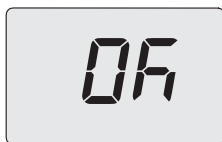

Figura 9.19
- Premendo il tasto 13 (Figura 9.17) si ottiene la conferma del valore inserito. Sul display appare per 3 sec. la scritta "**Ok**" (Figura 9.19), per poi visualizzare la lista dei parametri.